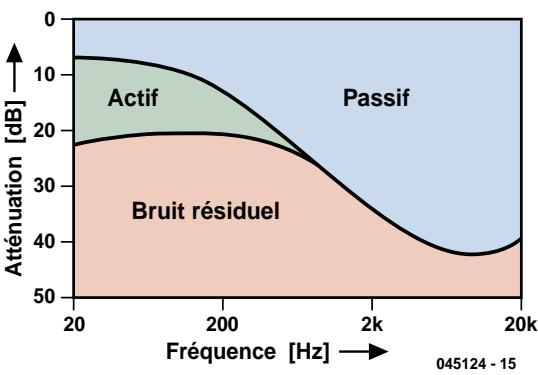

Figure 5.
**(figure 5)**. La somme des réductions de bruit active et passive atteint de l'ordre de 30 dB sur l'ensemble de la plage audio. Les systèmes fermés sont destinés principalement aux aéronefs à fort niveau de bruit dans le cockpit (hélicoptères, avions militaires et la plupart des avions à hélice). Il est possible, à l'aide de kits ANR, de doter de tels systèmes fermés d'une réduction de bruit active.